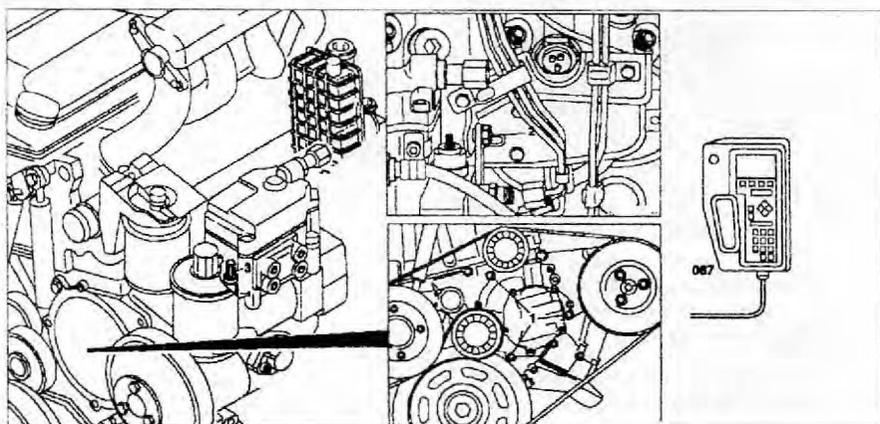

Рис. 2.80. Проверка начала впрыска топлива с помощью тестера.
15. Запустите двигатель и проверьте начало впрыска топлива с помощью тестера (рис. 2.80). Если двигатель не заводится, открутите топливную трубку для первого цилиндра и прокачайте ее.